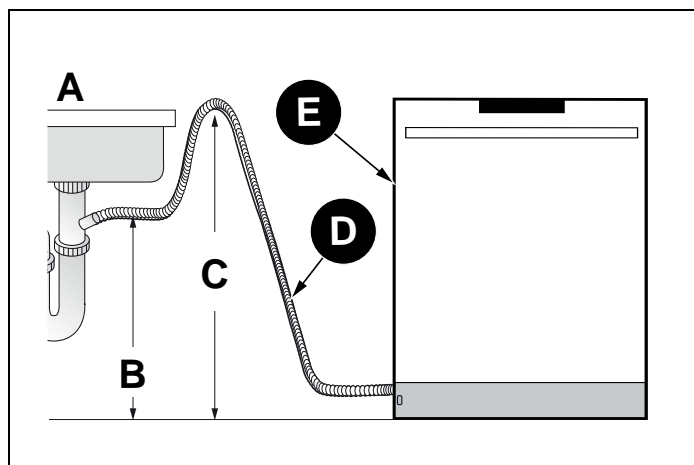

Fig. 20
5) Si no hay cámara de aire, asegúrese de suspender la parte central de la manguera de desagüe muy por encima de la base del armario del fregadero para evitar el reflujo (consulte Fig. 20 ).